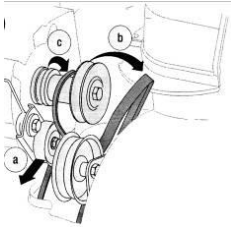

Fig. 17
- c. Ridicați cureaua de direcție de pe roata de transmisie a motorului. Vezi Fig. 17.